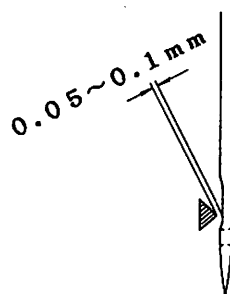

図22
- (1) 針のサイズにあわせて、ルーパー前後位置の調節をやり直して下さい。(図22~23参照)
- (2) 極端に細い針を使用するとき。